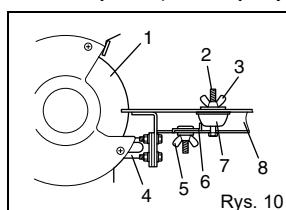

Rys. 9
■ Zmontować zestaw do ostrzenia tarcz tak, jak pokazano na rys. 9.